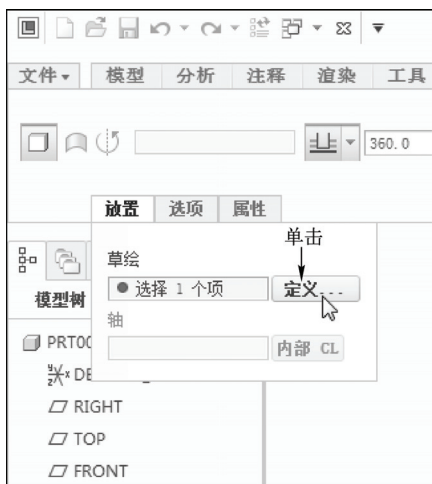

图 15-23 单击“定义”按钮
STEP 03 在功能区选项板的“模型”选项卡中，单击“形状”面板中的“旋转”按钮，打开“旋转”选项卡，单击“放置”按钮，弹出“放置”下滑面板，单击“定义”按钮，如图 15-23 所示。